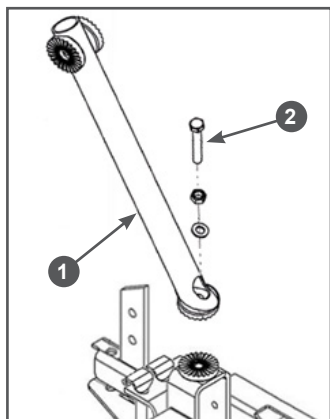

Рис. 5 Установка стойки рукояток управления
6. Установите стойку 1 рукояток управления на мотокультиватор (Рис. 5). Совместите отверстия в кронштейне и стойке и закрутите болт 2 крепления стойки.